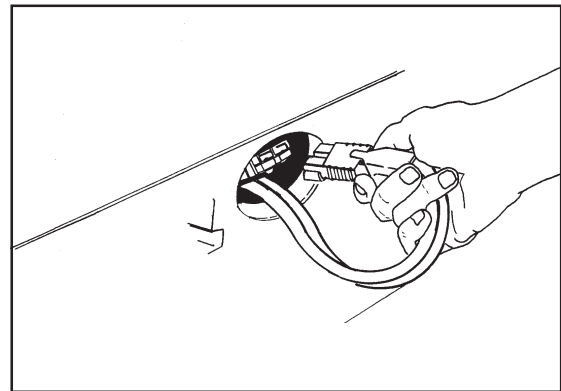

Figure 22
4. Connectez le connecteur des batteries au connecteur du câble d'alimentation du tableau de commande (voir figure 22).